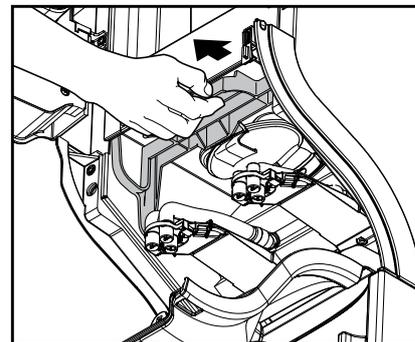

Fig. 27
- c. Tirez sur le verrouillage pour détacher l'insert mixte dans l'ensemble (fig. 27).